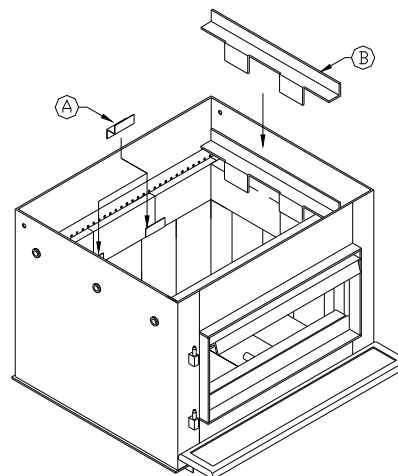

Figure 3.4a
- 1- Insérez les deux supports de briques (A) aux intersections des briques supérieures de l'arrière de l'appareil.
- 2- Insérez le premier support latéral (B) dans un côté de la chambre à combustion tel qu'illustré à la figure 3.4a.